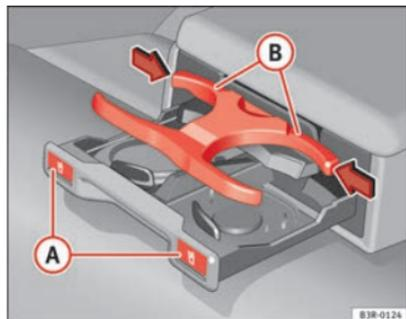

Fig. 120 Portabebidas en el reposabrazos trasero
- Pulse sobre el símbolo  (A) ⇒ fig. 120.